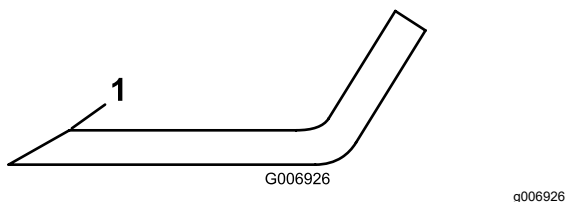

Figure 74
4. Examinez les tranchants de toutes les lames. S'ils sont émoussés ou ébréchés, affûtez uniquement le haut du tranchant et conservez l'angle de coupe d'origine pour obtenir une coupe nette (**Figure 74**).